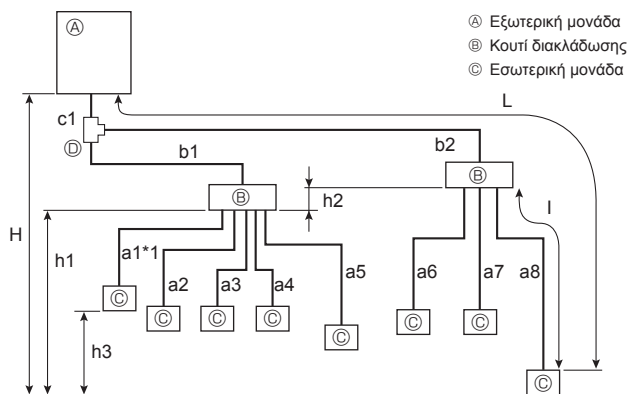

Fig. 4-2
4.1.2. Σύνδεση με κουτί διακλάδωσης (Fig. 4-2)